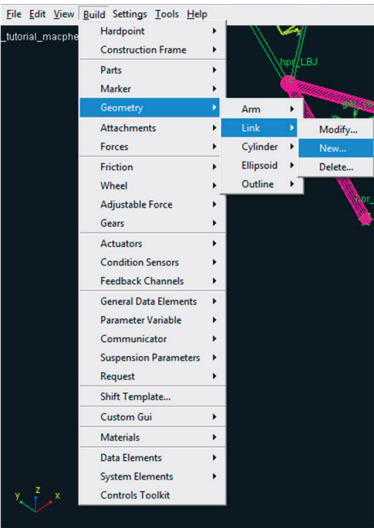

Figura 4.31 – Construção do *Link* do *General Part* “Wheel Carrier”.
- Acesse o menu *Build* → *Geometry* → *Link* → *New* (Figura 4.31) para construir o *Link* formado pelos *Hardpoints* *Strut\_Lower* e *Tierod\_Outer*.